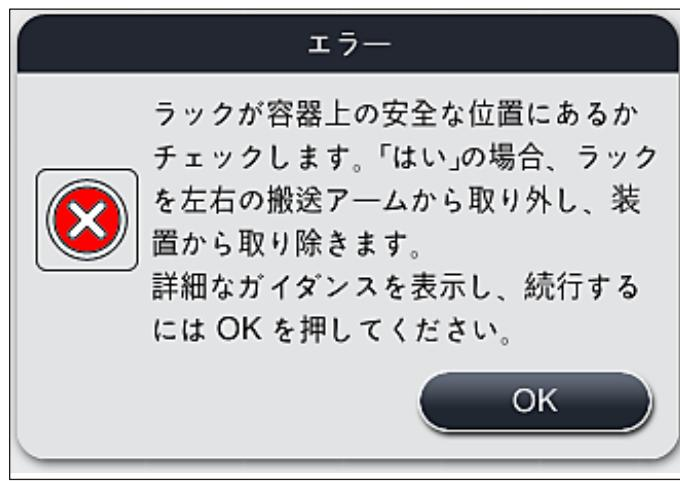
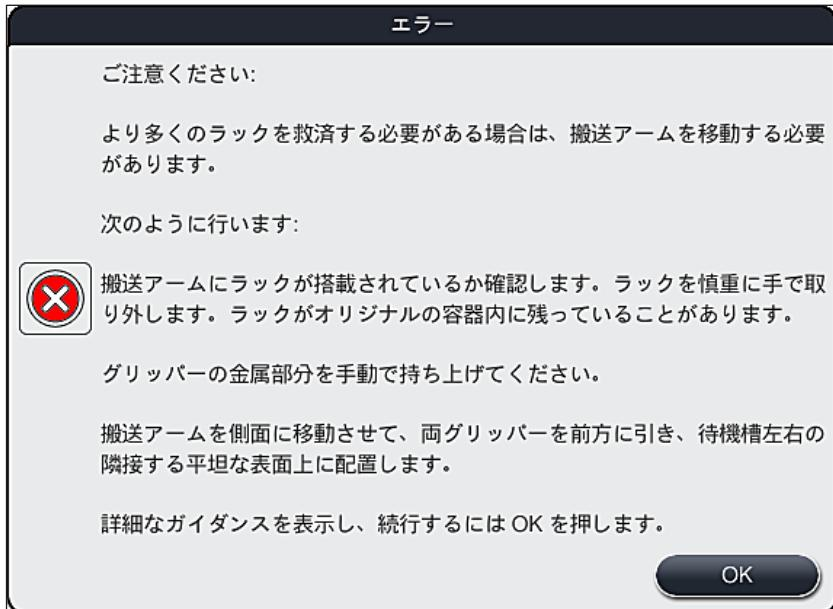

図 110
図111
- 続いて、この情報メッセージ (→「図 110」) が表示され、装置の 1 つまたは 2 つのラックが 2 つの試薬容器の間の安全な位置 (→「図 106」) に置かれているかどうかをチェックするように促します。
3. 「OK」ボタン (→「図110」) を押すと、さらに情報メッセージ (→「図111」) が表示され、該当するラックを取り出すための正しい手順に関する指示が出ます。